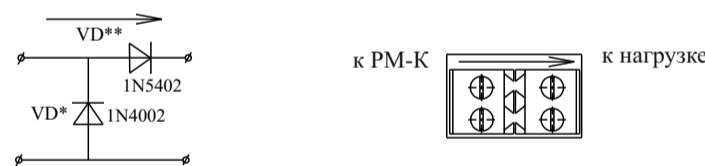

Рисунок 3
5.6 УПН состоит из аналогичных диодов, установленных на плату с клеммными колодками (рисунок 3).